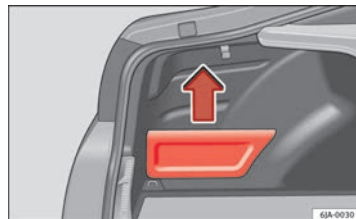

Fig. 95 Bagagliaio: cassetto portaoggetti
- Afferrare la copertura dal lato superiore e rimuoverla nel senso della freccia ⇒ fig. 95.